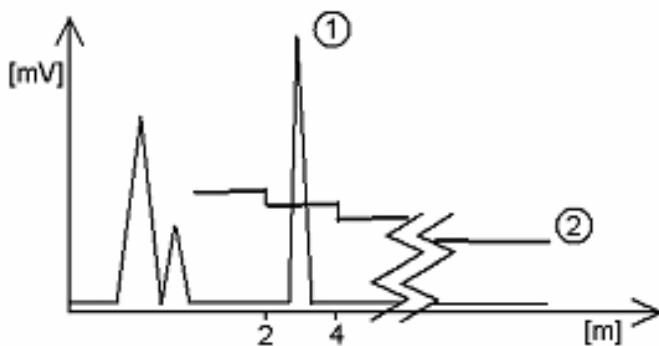

Рисунок 14 – Автоматическое регулирование коэффициента усиления
Для поддержания устойчивой работы уровня коэффициент подбирается автоматически. При уменьшении амплитуды сигнала коэффициент усиления автоматически увеличивается; при этом пороговое значение также автоматически возрастает. При коэффициенте усиления Gain3, сигнал (1) находящийся на расстоянии от 2000 до 4000 мм превышает пороговое значение (2), см. рисунок 14.